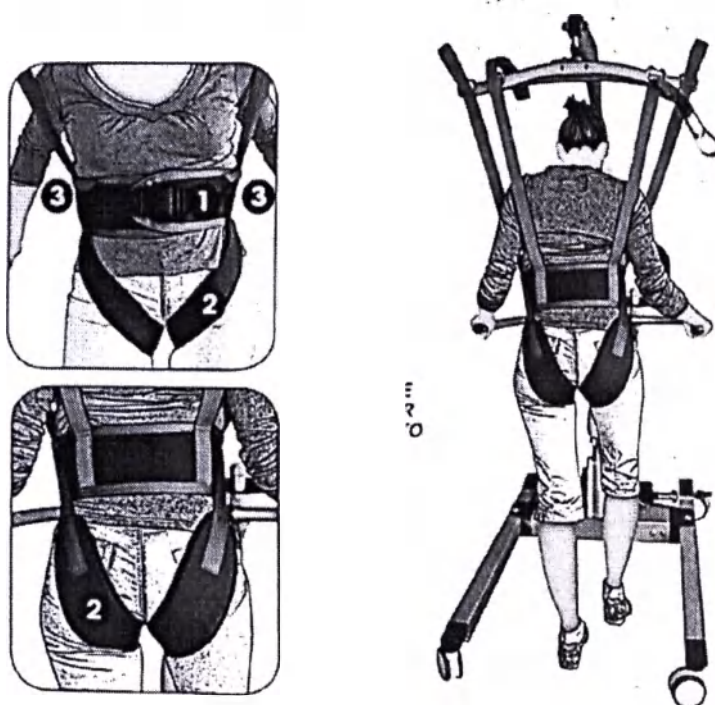

Рис. 9. Порядок закрепления пояса
- Обведите верхний ремень (1) вокруг талии пациента и застегните застежку по центру (рис.9)
- Поднимите вверх первую ногу пациента и расположите нижний ремень (2) под бедром пациента, затем ремень через красную петлю (3) на этой же стороне бедра (рис.9)